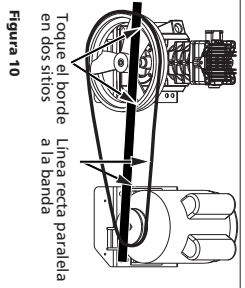

Figura 10
4. Para alinear la banda, coloque un objeto recto entre dos puntos del volante (Vea la Figura 10).
5. Ajuste el volante o la polea del motor de modo que las bandas estén paralelas al objeto recto de referencia (Vea la Figura 10).